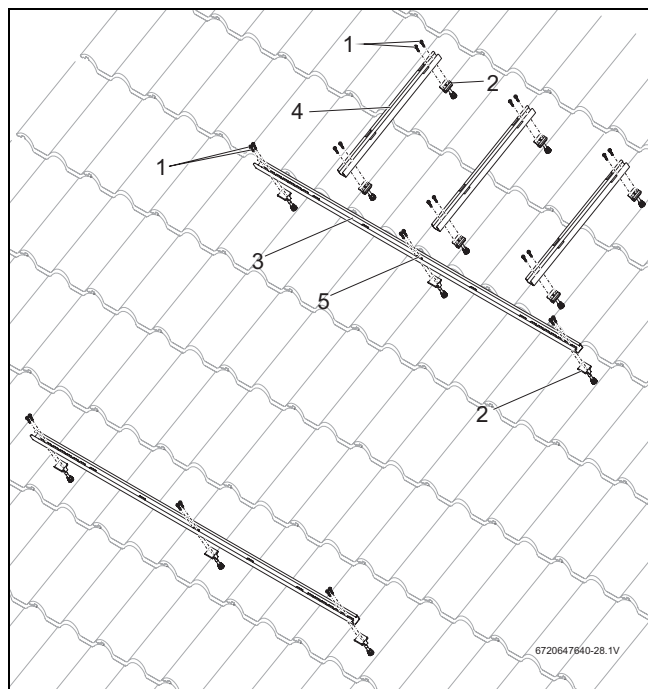

Fig. 36 Fixer le rail profilé à l'écrou-cage
- Fixer les rails profilés-capteur (→ fig. 36, [3]) à l'aide de deux vis [1] à l'écrou-cage [2] en commençant dans le trou long du milieu [5].
- Fixer les rails profilés-ballon (→ fig. 36, [4]) à l'aide de deux vis à l'écrou-cage en commençant dans le trou long inférieur.